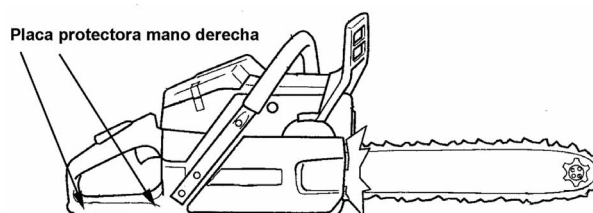

FIG. 018
- Placas protectoras. De la mano derecha. **FIG. 018**